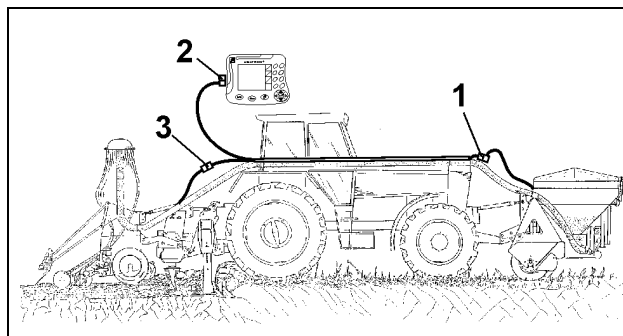

Fig. 33
Fixez le boîtier électrique de répartition (Fig. 33) dans la cabine du tracteur, de façon à ce que le commutateur soit facilement accessible pendant le déplacement.
- Branchez le connecteur combiné de la trémie frontale sur le faisceau de câbles (Fig. 33/1, Fig. 34).
- Branchez le connecteur du semoir sur le faisceau de câbles (Fig. 33/3).
- Branchez le faisceau de câbles avec le connecteur machine sur l'équipement de base du tracteur de l'**AMATRON⁺** (Fig. 33/3, Fig. 35).